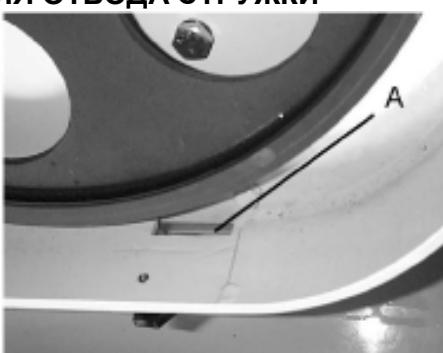

*Рис.20*
3. Ослабьте болты (А, Рис. 20).
5. Затяните болты (А, Рис. 20).